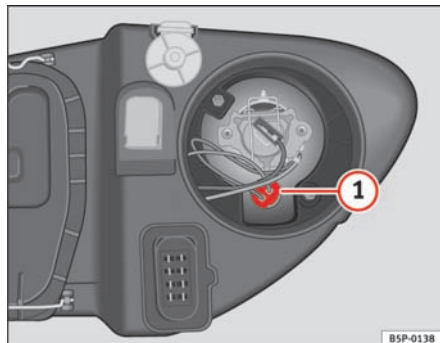

Fig. 193 Luz de población
- Extraiga el portalámparas ⇒ fig. 193 ① hacia fuera.